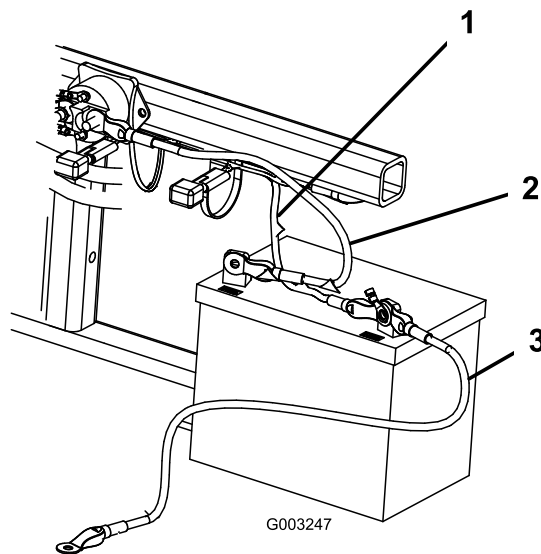

Bild 5
2. Befestigen Sie das Pluskabel (rot) mit einer 1/4-20 x 5/8 Zoll Schraube und einer Sicherungsmutter an der Plusklemme (Bild 5).
3. Befestigen Sie den kleinen schwarzen Draht und das Minuskabel (schwarz) mit einer Schraube (1/4 x 5/8 Zoll) und einer Sicherungsmutter (1/4 Zoll) an der Minusklemme (-) der Batterie (Bild 5).